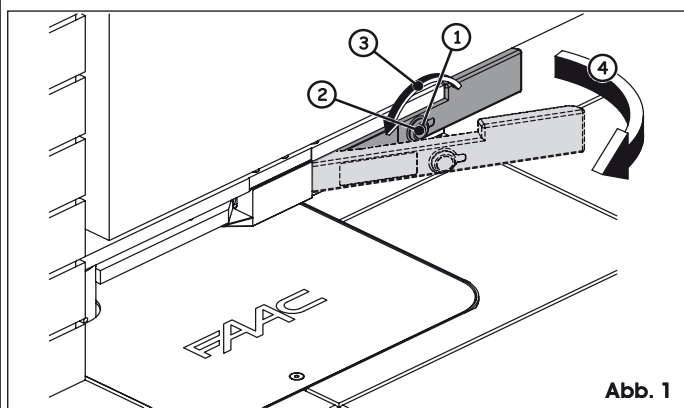

Abb. 1
- Quitar el tapón de protección de la cerradura (Fig. 1 rif. ①)
- Introducir la llave de desbloqueo en la cerradura (Fig. 1 rif. ②)
- Girar la llave en la dirección de la columna hasta el tope (Fig. 1 rif. ③)
- Tirar de la palanca (Fig. 1 rif. ④)